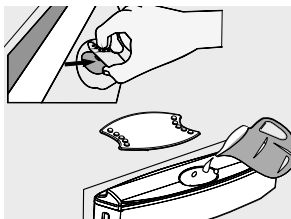

Figura 26
- Llene el tanque del dispensador como lo indica la (Figura 26). Levantando la tapa tanque auxiliar.